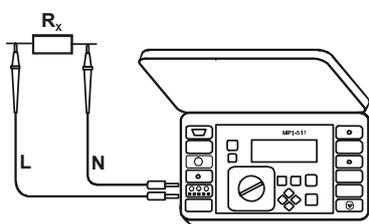

Рис.35. Измерение сопротивления низким напряжением
- Подсоединить измерительные провода согласно Рис.35;
- Подключить измерительные провода в соответствии с Рис.35.